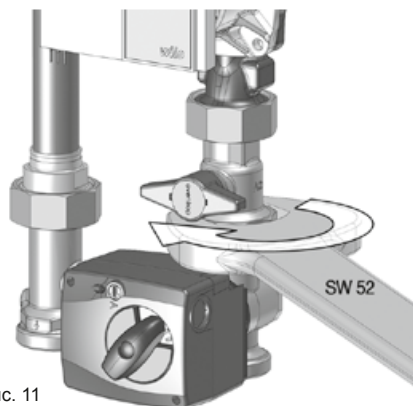

Рис. 11
1. Снять сервомотор со смесителя вручную. В случае необходимости воспользоваться отверткой и руководствоваться рис. 11.